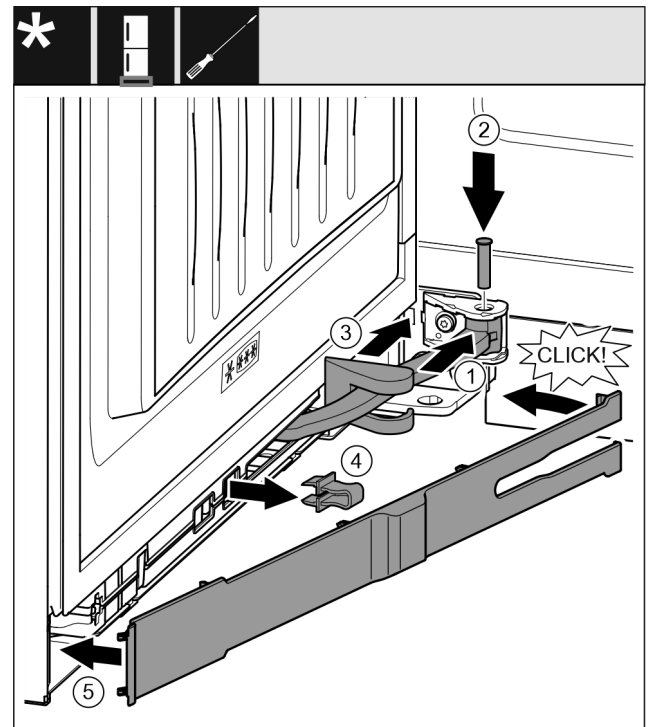

Fig. 38
- ▶ Pöörake liigend rippkinnitusesse. Fig. 38 (1)
- ▶ Pange polt kruvikeerajaga T15 rippkinnituse ja liigendi sisse. Pöörake seejuures tähelepanu sellele, et fiksaatornukk asub korrektselt soones. Fig. 38 (2)
- ▶ Lükake laagripuki katet piki liigendit ja monteeri rippkinnituse kohale. Fig. 38 (3)
- ▶ Võtke kaitse ära. Fig. 38 (4)
- ▶ Pange ilukate käepidemeküljel kohale ja keerake sisse. Fig. 38 (5)